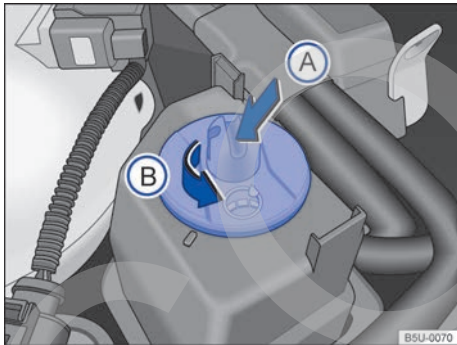

Fig. 111 En el compartimento del motor: depósito del fluido de la dirección hidráulica.
- Con el auxilio de una llave con hendiduras ⇒ fig. 111 (A) (flecha), girar la tapa del tanque ⇒ fig. 111 (B) en el sentido de la flecha.
- Con el auxilio de una llave con hendiduras ⇒ fig. 111 A) (flecha), girar la tapa del tanque ⇒ fig. 111 B) en el sentido de la flecha.